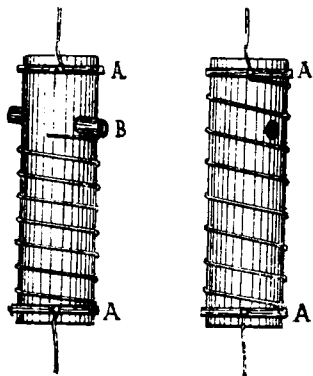

Рис. 67.
**Пожароизвѣститель Форжо** состоитъ изъ цилиндрическаго столбика (рис. 67), сдѣланнаго изъ непроводящаго токъ вещества, напр. стекла, фарфора и т. д. На концахъ этого столбика находятся металлическіе обручи А, соединенные съ проводами электрической цѣпи. Между этими обручами находится упругая пружина.